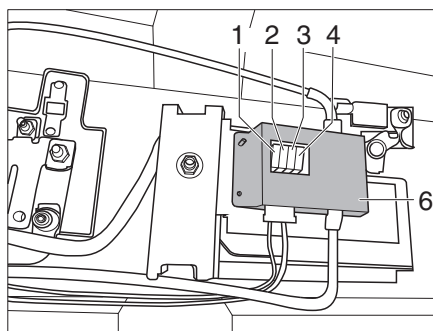
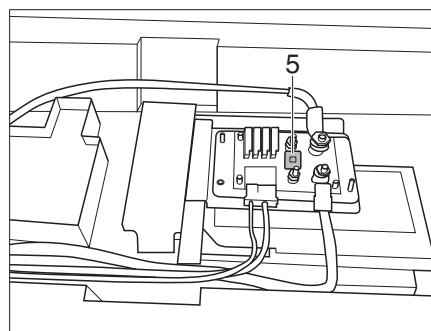

Fig. 312 Fusibili Globebus Performance
Fig. 313 Fusibile booster di carica (copertura rimossa)
► Per poter accedere al fusibile F5 (Fig. 313,5) per il booster di carica, è necessario rimuovere la copertura (Fig. 312,6).